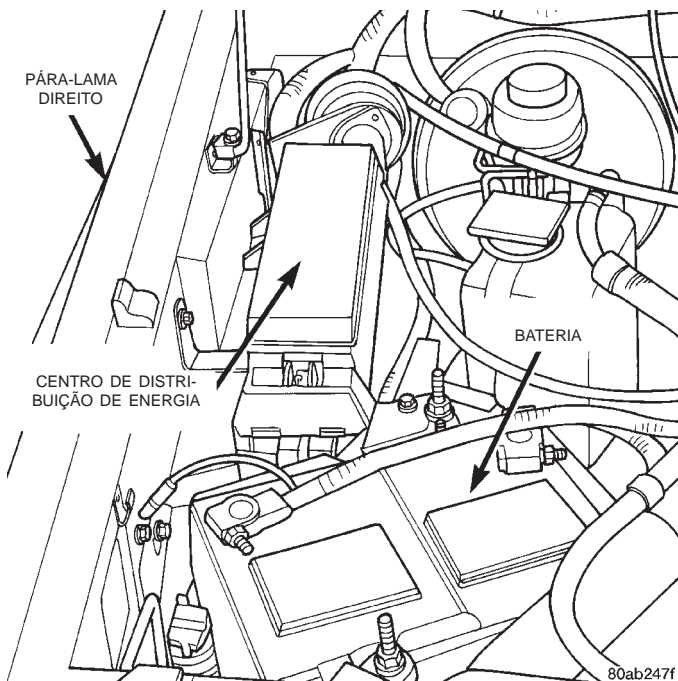

Fig. 31 Centro de Distribuição de Energia
- (1) Desconecte e isole o cabo negativo da bateria.
- (2) Retire a tampa do Centro de Distribuição de Energia (PDC) (Fig. 31).